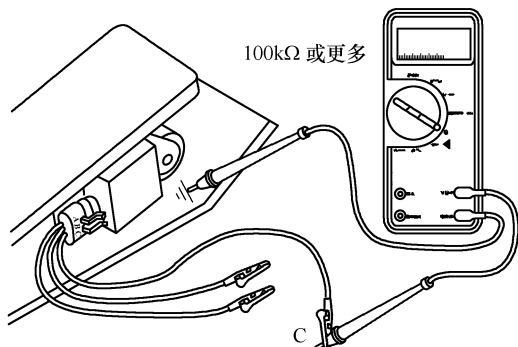

图 4-83 测量电源线插头(C)与接地间的电阻
③ 测量该传感器电源导线插头(C)与接地间的电阻,如图 4-83 所示,电阻应大于 $100k\Omega$,即显示开路。